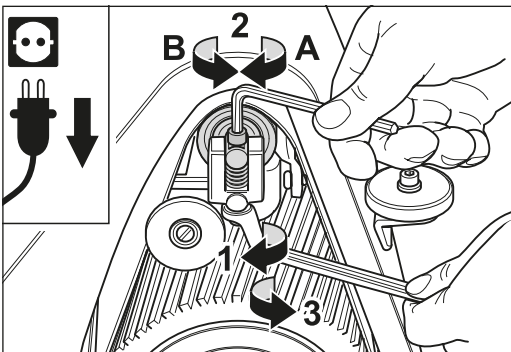

Fig. 33 Ajustage du fonctionnement de la bande sur la vis de réglage se trouvant sur le dispositif (voir texte général).
- 5 Si une régulation est nécessaire, le contre-écrou sur le dispositif doit être défait et la vis à six pans creux doit être réglée (fig. 33).